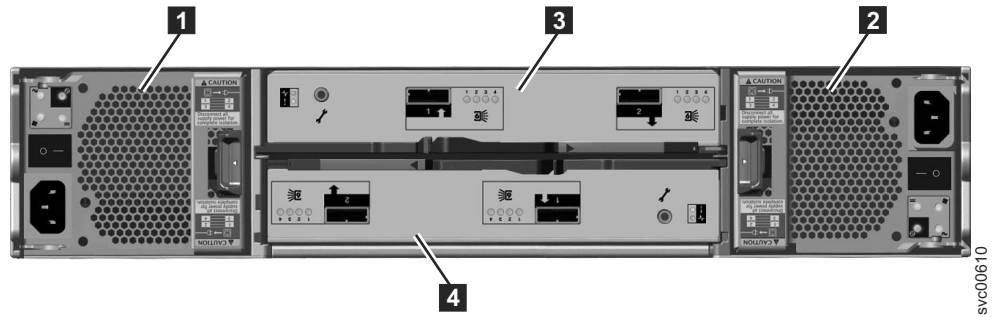

図6. モデル 2076-212 またはモデル 2076-224 拡張エンクロージャの背面図
- 2 個のキャニスターがエンクロージャーの中央に収納されています。各キャニスターはノード・キャニスターとして知られています。上段キャニスターは、9 ページの図 6 で示されているように、キャニスター **3** であり、下段キャニスターはキャニスター **4** です。キャニスター **3** は上面を上に向け、キャニスター **4** は反転、つまり上面を下に向けます。
9 ページの図 6 は、拡張エンクロージャーの背面図を示したものであり、電源機構装置およびキャニスターの位置を示しています。これらのポートおよびその使用については、このセクションの後ろの部分で説明しています。
- 2 個のキャニスターがエンクロージャの中央に収納されています。各キャニスターは拡張キャニスターとして知られています。上段のキャニスターは、図6に示すように、キャニスター **3**、下段のキャニスターはキャニスター **4** です。キャニスター **1** は上面を上に向け、キャニスター **2** は反転、つまり上面を下に向けます。